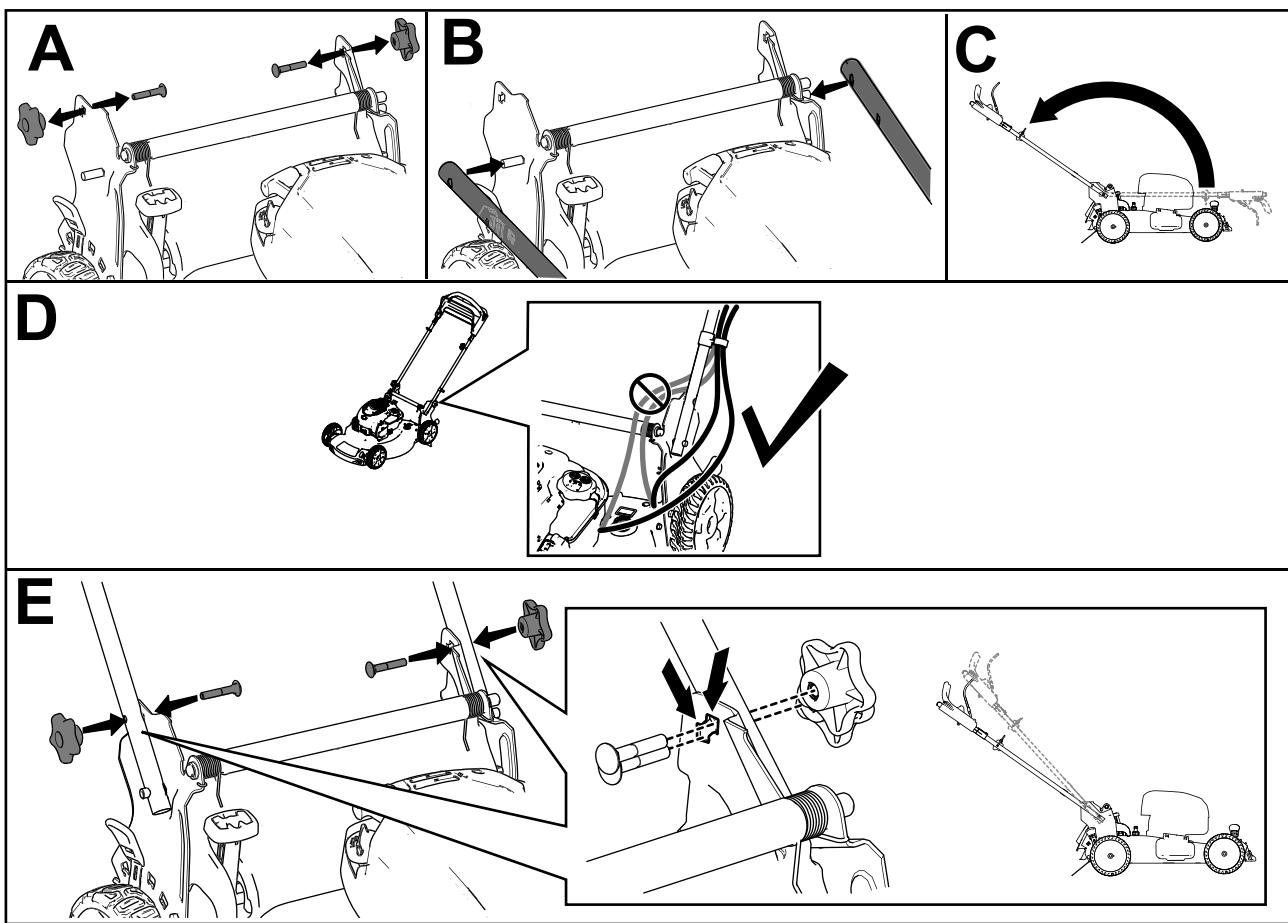

Figure 3
**Remarque:** Vérifiez que les câbles passent bien à l'extérieur du guidon et ne sont pas pincés (D de Figure 3).